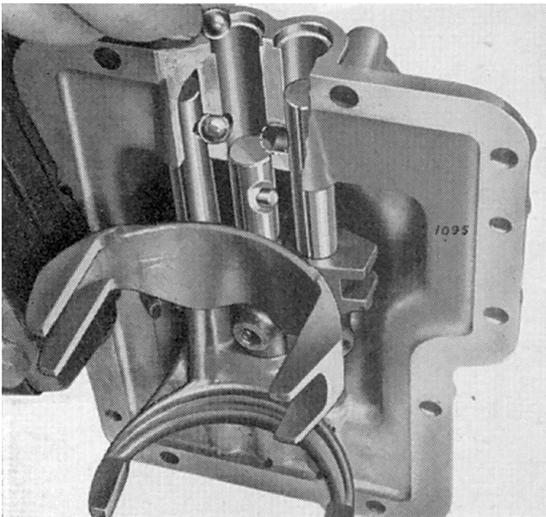

Fig. 52.
Avant de pousser le coulisseau (23) à sa position point mort, introduire les deux billes de verrouillage (50) et (26) dans l'alésage transversal, reliant les alésages dans le coulisseau à l'arrière de la pièce en fonte (voir Fig. 52), puis pousser le coulisseau davantage dans le couvercle jusqu'à ce que son plongeur de sélecteur s'engage dans l'encoche centrale et que les billes et le plongeur de verrouillage soient retenus par les coulisseaux.